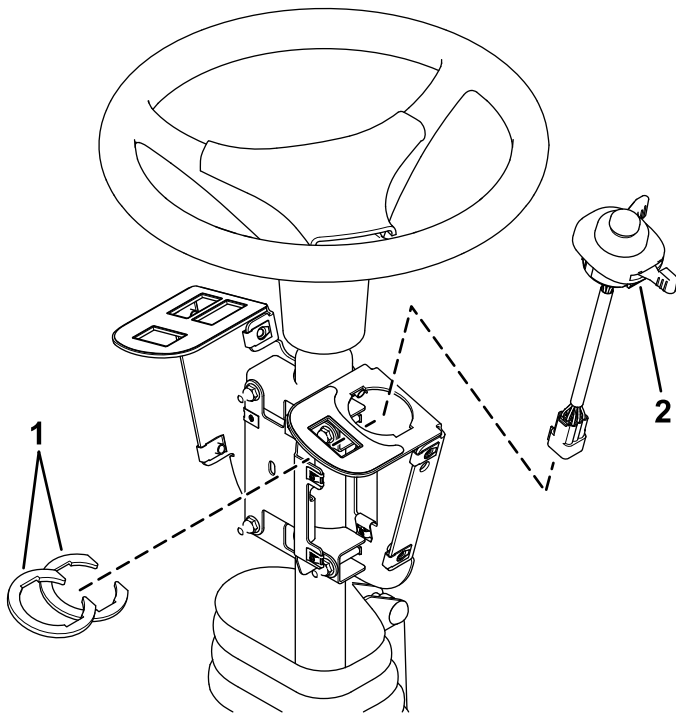

Bild 4
2. Montieren Sie den Multifunktionsschalter an der Schalterhalterung und sichern Sie ihn mit den Schalterclips unter der Bohrung für den Schalter (**Bild 4**).